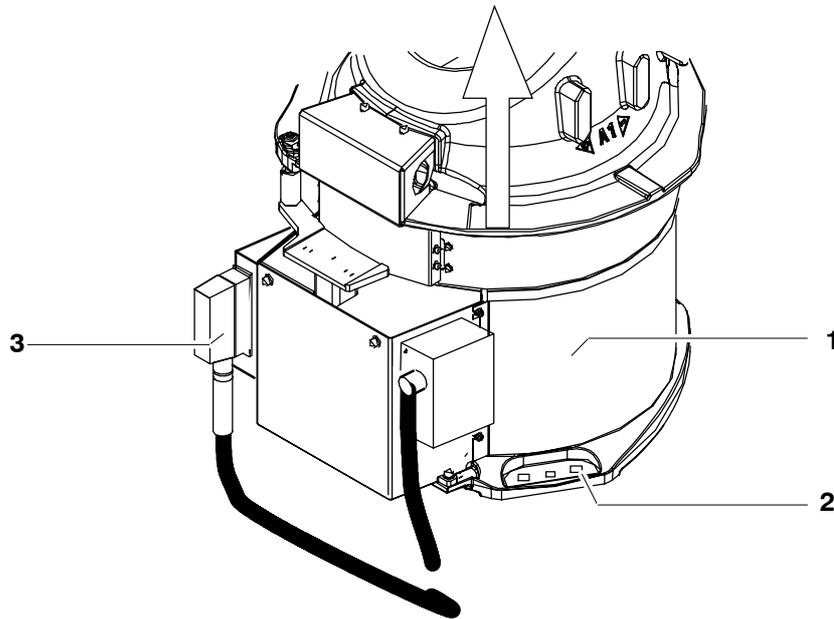

Fig. 68 Démontage du robot monté au sol
- (3) Desserrer et retirer tous les connecteurs du coffret de raccordement (Fig. 68/3).
- (4) Le cas échéant, démonter les câbles électriques et les flexibles aux deux interfaces de l'alimentation en énergie A1 ainsi que les autres câbles de périphérie du manipulateur.